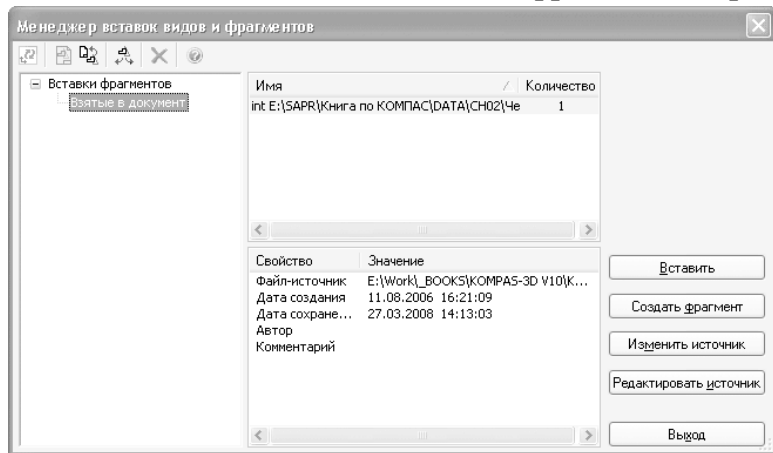

Рис. 1.9. Диалоговое окно Менеджер вставок видов и фрагментов
- **Менеджер вставок видов и фрагментов** – выводит диалоговое окно **Менеджер вставок видов и фрагментов** (рис. 1.9). Оно упрощает управление вставленными в чертеж фрагмен-